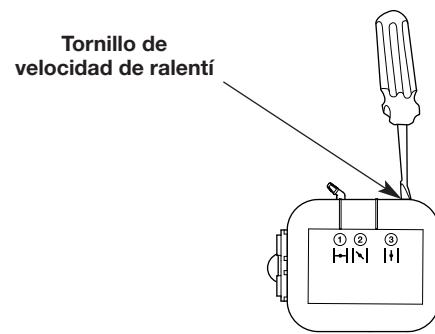

Fig. 11
- Si el motor se para, use un destornillador Phillips pequeño para girar el tornillo de velocidad de ralentí en el sentido de las agujas del reloj, 1/8 de giro cada vez (según sea necesario) hasta que el motor funciona al ralentí de manera uniforme (Fig. 11).
- Si el motor funciona al ralentí demasiado rápido, gire el tornillo de velocidad de ralentí en el sentido contrario de las agujas del reloj, 1/8 de giro a la vez (según sea necesario) para reducir la velocidad de ralentí (Fig. 11).